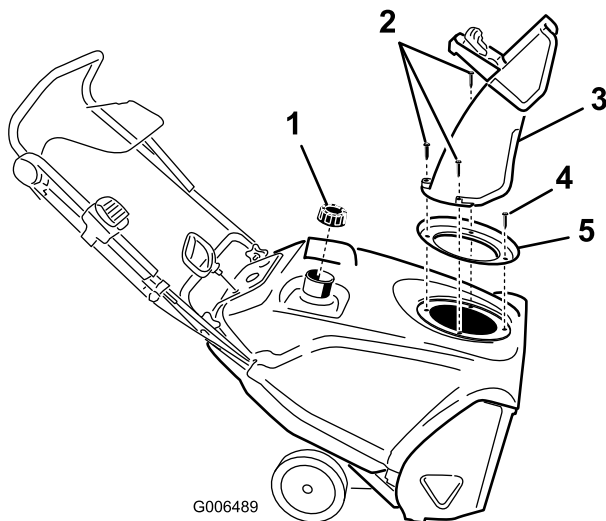

Figure 33
3. Enlevez les 3 grandes vis et la petite vis pour pouvoir déposer la goulotte, sa poignée et son joint (Figure 33).